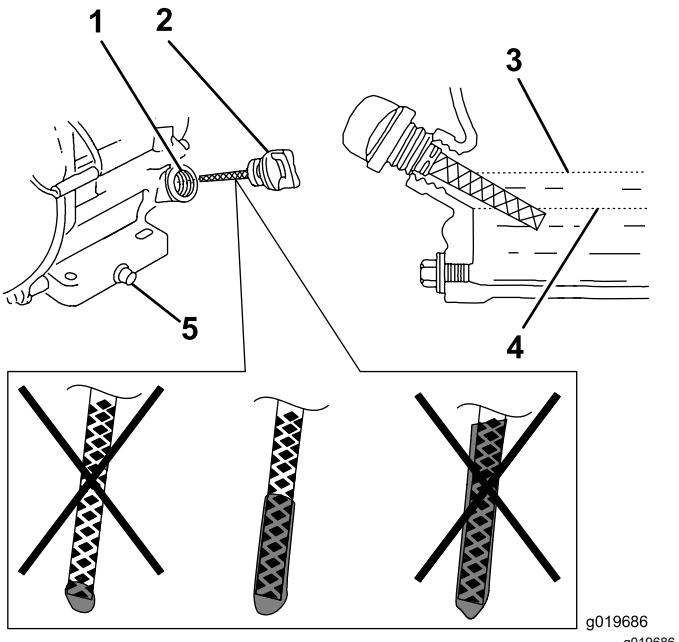

Bild 26
- Nehmen Sie den Peilstab heraus und prüfen Sie den Motorölstand (Bild 26).